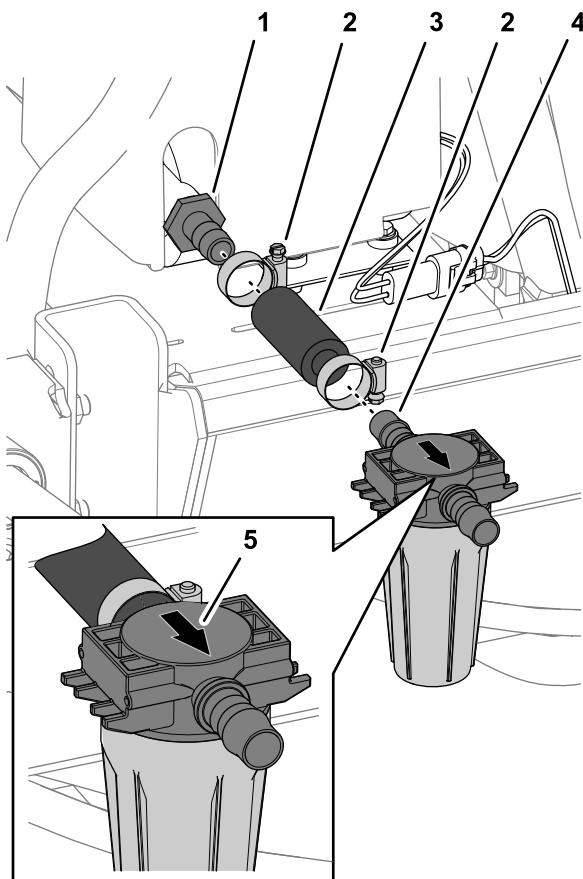
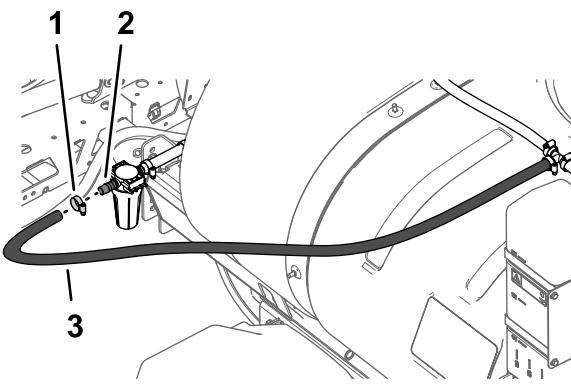

Figura 30
Figura 31
2. Montate il flessibile di 20,3 cm che avete tagliato al passaggio Taglio del flessibile (pagina 5) sul raccordo diritto dentellato esterno della pompa del serbatoio di lavaggio con una fascetta stringitubo e serrate la fascetta manualmente (Figura 30).
3. Montate, senza serrarlo, il raccordo diritto dentellato sull'ingresso della testa del filtro (gruppo filtro) nel flessibile di 20,3 cm con una fascetta stringitubo (Figura 30).
4. Montate l'estremità libera del flessibile di 1,9 x 180 cm sul raccordo diritto dentellato all'uscita della testa del filtro con una fascetta stringitubo (Figura 31).
5. Regolate la posizione della testa del filtro, in modo che il pozzetto del gruppo filtro sia verticale, e serrate le 2 fascette stringitubo manualmente (Figura 30 e Figura 31).